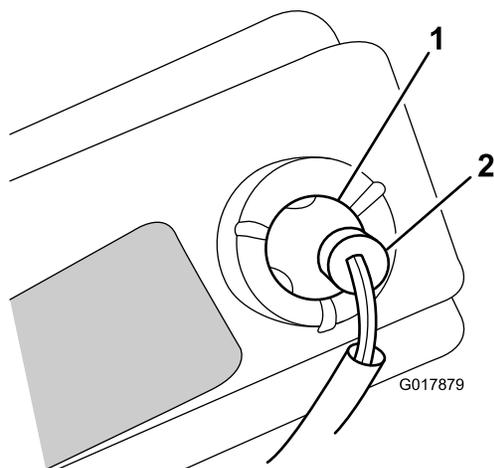

Figura 30
6. Retire la base de la lámpara (Figura 30).